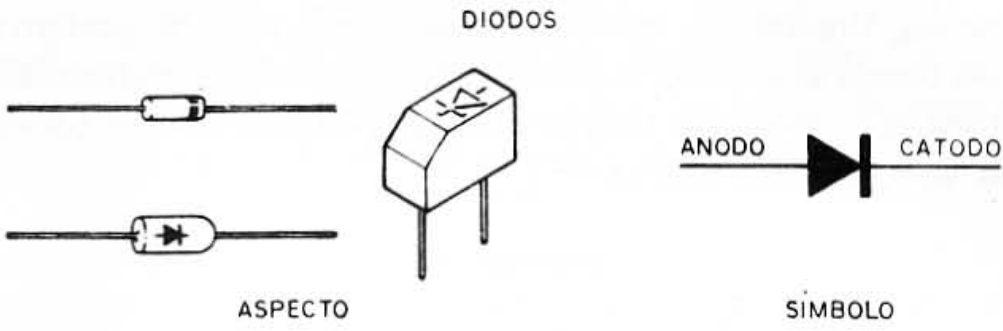

figura 9
e) Diodos — os diodos são dispositivos semicondutores, formados por pequenos cristais de germânio ou de silício e que aparecem com designações como 1N914, 1N4148, BY127, etc., conforme a função que exercem. As equivalências, ou seja, qual tipo pode ser usado em lugar de qual, normalmente são dadas nos artigos. Na hora de se usar um diodo deve-se verificar a posição da marca, símbolo ou anel, de acordo com o tipo, pois se eles forem invertidos, os aparelhos não funcionam. (figura 9)